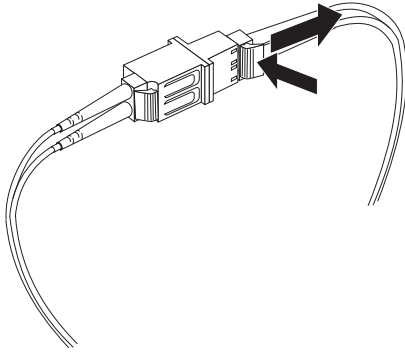

図 28. LC-SC ファイバー・チャンネル・ケーブル・アダプターからの LC-LC ファイバー・チャンネル・ケーブルの取り外し
2. コネクタを慎重に引っ張って取り外します。42 ページの図 28 に示されているように、LC-SC ケーブル・アダプターから LC-LC ケーブルを取り外すときには、ケーブルではなくコネクタをつかむようにしてください。